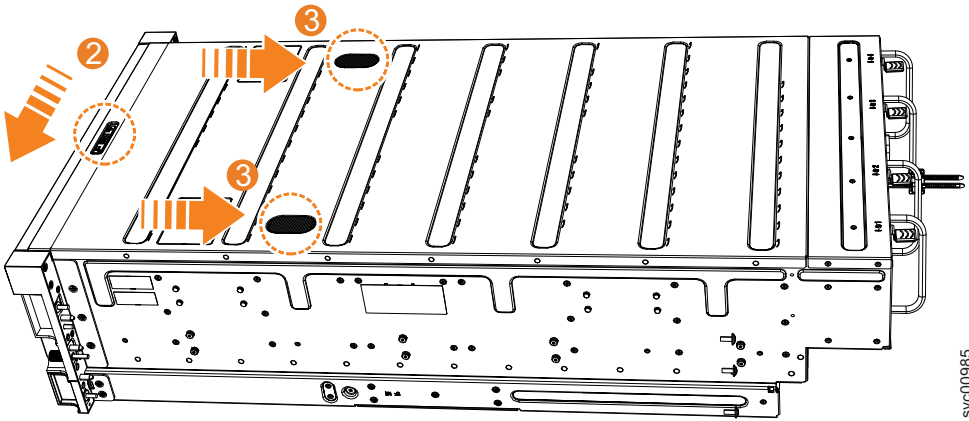

图 57. 重新安装 2077-92F 顶盖
2. 将外盖释放杆推入第 69 页的图 57 中所示的那一侧 (**2**)。
3. 将外盖滑向机柜后部 (**3**)，直至滑不动为止，如第 69 页的图 57 中所示。